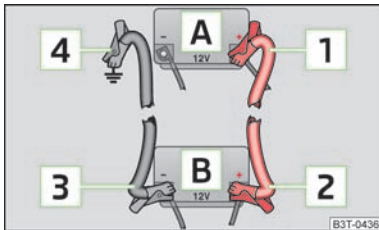

Abb. 138
- > Ein Ende **1** » Abb. 138 am Pluspol der entladenen Batterie **A** befestigen.
- > Ein Ende **3** » Abb. 138 am Minuspol der stromgebenden Batterie **B** befestigen.